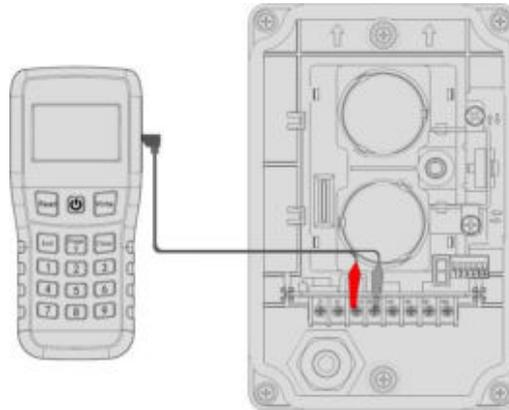

Рисунок 8: Подробности подключения для программирования
Подключение ручного программатора к клеммам S1 и S2. См. рисунок 8.
- b. Найдя отметку, ослабьте винт M4x12 и отрегулируйте колесо регулировки по горизонтали или вертикали до тех пор, пока отметка лазерного луча не окажется в центре зеркала. См. рисунок 8. **Примечание:** Во время периода регулировки на цифровом дисплее отображается цифра, а не интенсивность сигнала. Если число обратилось к нулю [0], это означает, что регулировка линии обзора не подходит и требуется дополнительная регулировка.